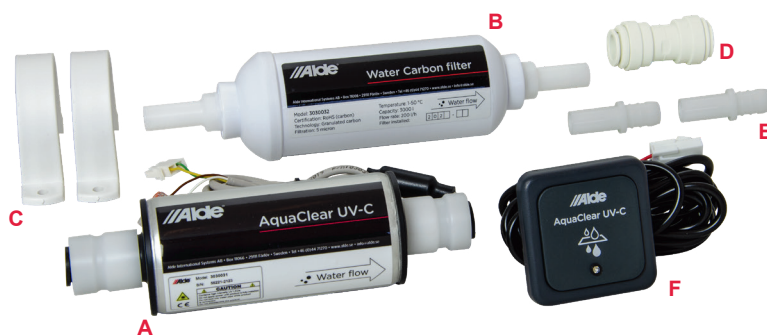

fig. 2, Alde AquaClear 3030034, complet
Alde AquaClear complet 3030034 (fig. 2), se compose de :
2. Assembler l'UV-C Alde AquaClear (fig. 2, A) avec le filtre Alde Water Carbon (fig. 2, B). Veuillez noter que l'UV-C Alde Aqua Clear doit être placé avant le filtre Alde Water Carbon dans le sens du flux. (Voir fig. 3)
5. Le contact avec le fil vert et jaune est connecté au panneau LED Alde (fig. 2, F). Lorsque le panneau LED est allumé, il indique que le filtre est actif au débit de la pompe à eau.